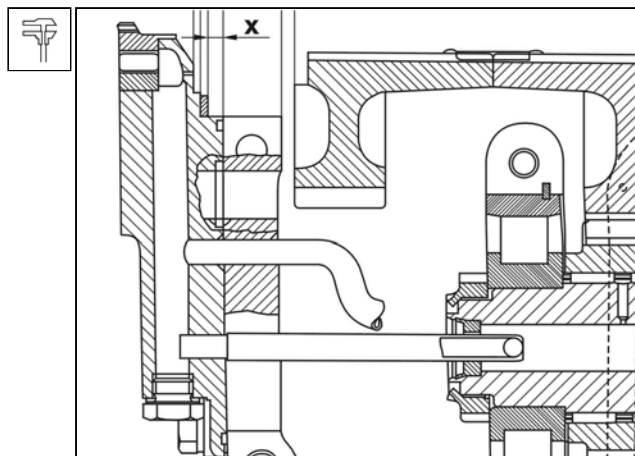

Рис. 3.31 Установка осевого зазора в подшипниках промежуточного вала (2)
9. Ослабить пробку 17 (Смт. Рис. 3.31) в смазочном канале в корпусе насоса 3.